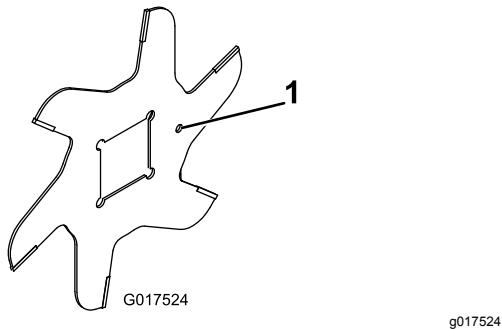

図 15
1. ブレードを組み付ける 図 15。
4. 次のブレードを右に 1/6 回転ずらして、つまり、合い印が面一枚分右にずれるようにして、取り付ける図 15。